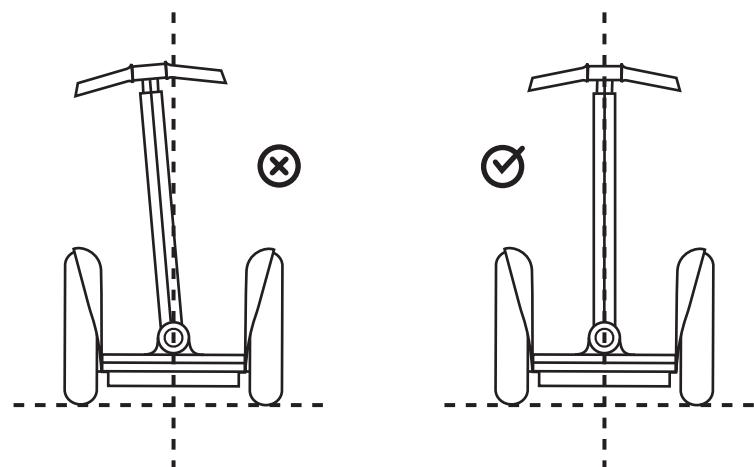

Figura 3. Centrare il montante LeanSteer
7. Prima di serrare le viti, verificare che il manubrio sia diritto e centrato e, qualora non lo sia, regolare il montante LeanSteer in modo da raddrizzarlo. Vedere la Figura 3.